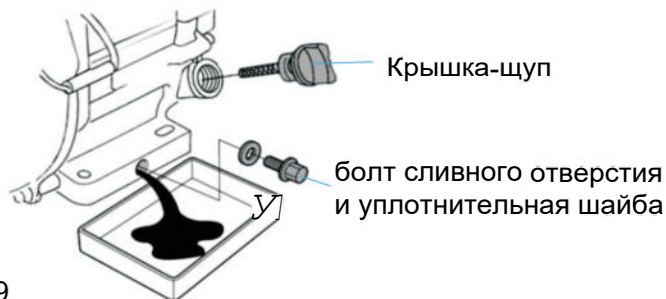

Рис. 19
1. Подготовьте емкость для слива отработанного масла и разместите ее под сливным болтом на картере двигателя. Отверните сливной болт (см. рис. 19). Чтобы масло легче сливалось снимите крышку-щуп с горловины патрубке для заливки масла.